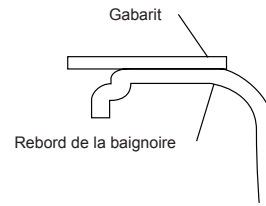

Figure 13 - position du gabarit
- Placez le gabarit de manière à ce que les lignes du montage en dessous désiré soient alignées avec le rebord comme dans l'illustration (figure 13).